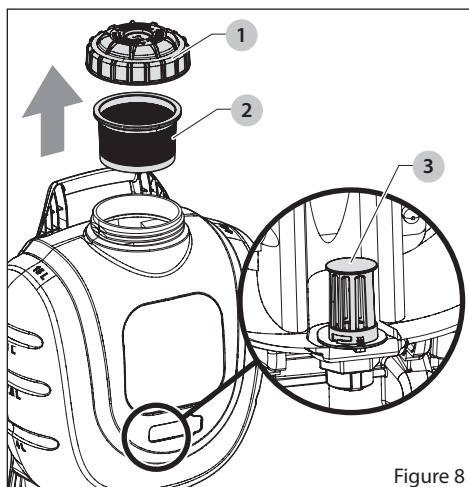

Figure 8
1. Dévissez le capuchon (1) et placez-le sur une surface propre où il ne risque pas d'accumuler de la saleté, de la poussière, des brins d'herbe ou d'autres débris. Voir *Figure 8*.
2. Enlevez le panier-filtre (2) et enlever tout débris. Placez le panier-filtre (2) sur une surface propre où la saleté, la poussière, les résidus de coupe de pelouse ou autres débris ne s'y colleront pas.
4. Assurez-vous que le filtre intérieur du réservoir (3) est en place, que la maille est intacte et qu'il n'est pas bouché avec des débris. Voir *Entretien du filtre intérieur du réservoir*.